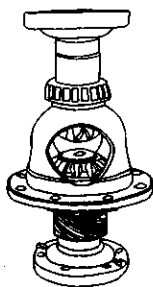

图 3-106 安装半轴齿轮
- 1) 通过半轴凸缘将半轴齿轮固定在差速器壳中，如图 3-106 所示。